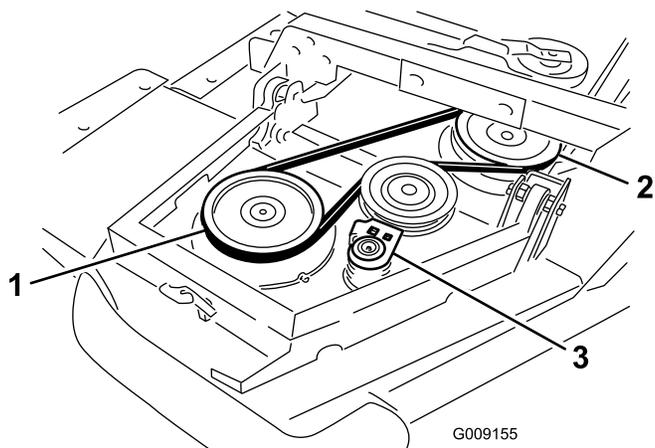

Рисунок 5
- A. Наденьте ремень на шкив шпинделя крыла и на шкив шпинделя передней деки (Рисунок 5).
- B. С помощью гаечного ключа с храповиком или аналогичного инструмента отодвиньте натяжной ролик от шкивов (Рисунок 5).